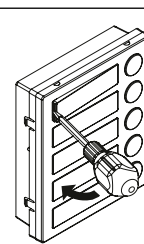

Fig. 5
- Faites levier avec le tournevis comme indiqué sur **Fig. 5** pour retirer le porte-étiquette (attention à ne pas bosseler la plaque);